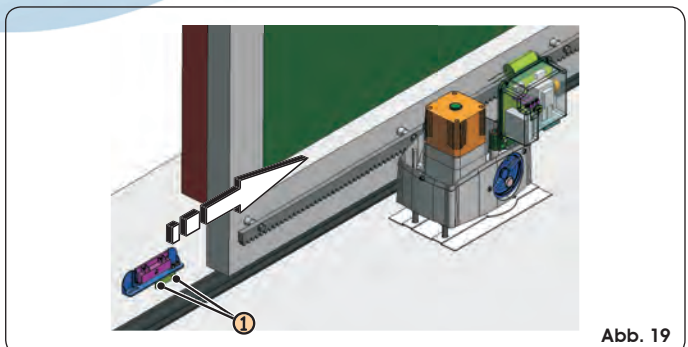

Abb. 19
- ② Den Antrieb für den Handbetrieb, siehe Kapitel 8, einrichten und das System mit Strom versorgen.
- ③ Das Tor mit der Hand in die Öffnungsposition schieben und einen Freiraum von 4 cm vom mechanischen Endanschlag lassen.
- ④ Den Magnet, der dem Antrieb am nächsten ist, auf der Zahnstange in Richtung Motor schieben (siehe Abb. 19). Sobald die auf der Karte integrierte LED des Endschaltes erlischt, den Magneten um weitere 10 mm vorschieben und mit den entsprechenden Schrauben befestigen (Abb. 19, Bez. ①).